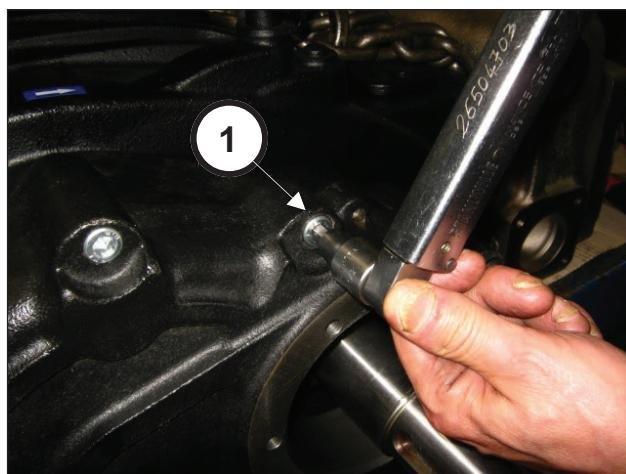

Fig. 86
Monte a tampa do redutor (pos. ①, Fig. 85) e prenda-o com 8 parafusos M10x50 (pos. ①, Fig. 86).